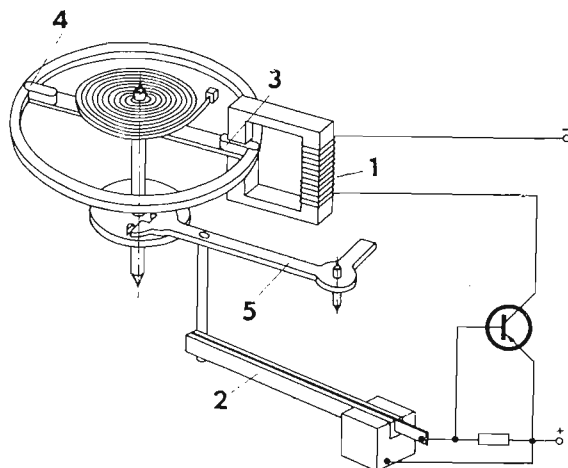

Fig 4
En intressant variant av den nyss genomgånga principen för ett transistoriserat armbandsur visas i fig. 4. Också här arbetar man med en transistor som kopplare, styrströmmen alstras här med hjälp av en piezoelektrisk kristall (2). Vid en deformation av denna kristall uppträder över kristallens ändtytor en elektrisk spänning, som är proportionell mot deformationen. Denna spänning får göra basen på transistorn negativ, varvid transistorn blir ledande och avger ström till en arbetsspole (1) på en mjukjärnskärna som attraherar en liten mjuk järnkärna (3) på oron. (4) är en motvikt. Vid denna utförandeform behövs alltså ingen liten permanentmagnet, och yttre magnetfält inverkar obetydligt. En nackdel är dock att klockan är mycket känslig för skakningar, när piezokristallen redan vid små stötar avger en spänning som bromsar oron.